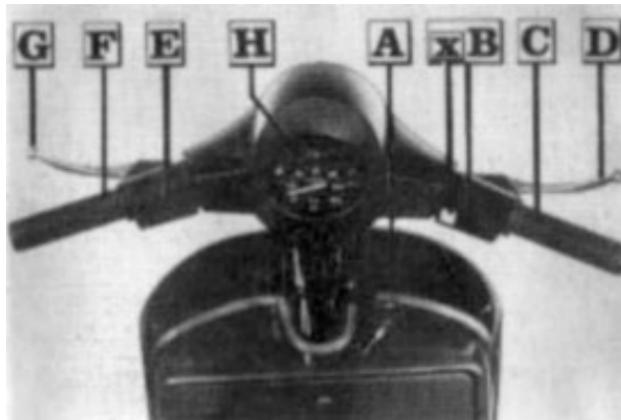

Fig. 13 **Mandos y dispositivos de alumbrado y señalización.**
H. Cuadro de instrumentos, descrito en las páginas siguientes (Fig. 13 bis).
Fig. 13 bis